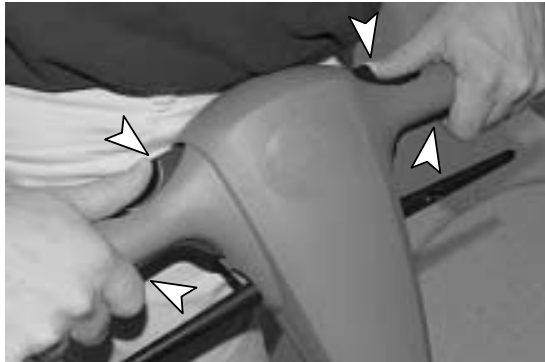

BILD. 12
5. Håll hårt i handtagen när du börjar skura, tryck på säkerhetslås-spakarna och dra i On/Off-spakarna. När du trycker ut säkerhetslås-knappen startar maskinen (bild 12).